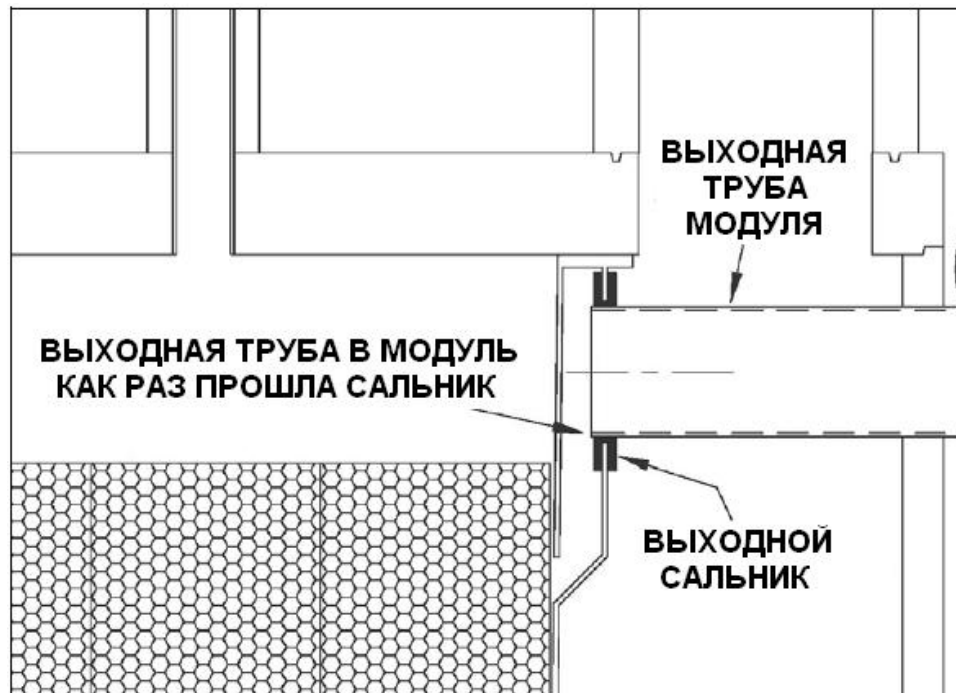

Рисунок 9.
7. МОНТАЖ ТРУБОПРОВОДА ВЫХОДНОГО ПОТОКА: Снимите фаску и смажьте мылом конец трубы (ПВХ класса 40) для выходного трубопровода. Вставьте трубу через стенку танка через сальник в выходном отверстии модуля. Просуньте трубу приблизительно на 2,5 см. НЕ ПРОТАЛКИВАЙТЕ ТРУБУ ЧЕРЕЗ ДЕФЛЕКТОРНУЮ ПЕРЕГОРОДКУ. (НЕ ИСПОЛЬЗУЙТЕ ИЗЛИШНЮЮ СИЛУ ПРИ ПРОТАЛКИВАНИИ ВЫХОДНОЙ ТРУБЫ С МОДУЛЬ BIOSTORM™!). Это обеспечит водонепроницаемое уплотнение вокруг выходной трубы модуля сепарации BioSTORM™. Необходимо обеспечить водонепроницаемое уплотнение вокруг выходной трубы в месте ее выхода из танка (См. Рисунок 9).